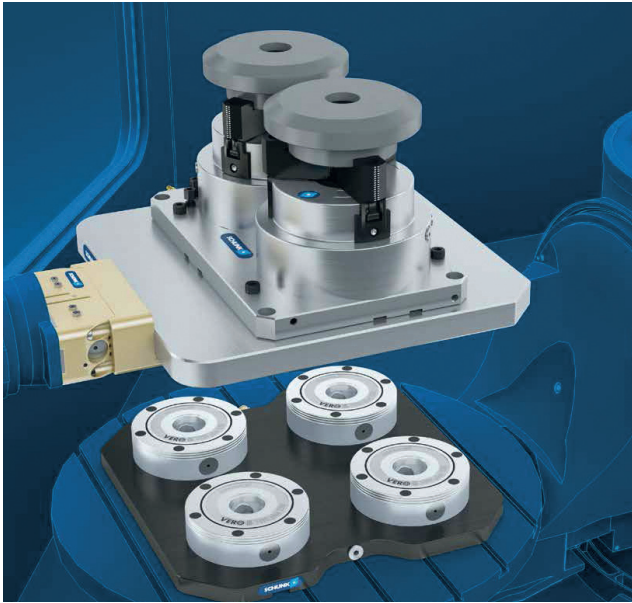

Рис. 4. Закрепление и наладка деталей на паллетах вне станка
- закрепление и наладка деталей на паллетах вне станка для предотвращения простоя станка (рис. 4);